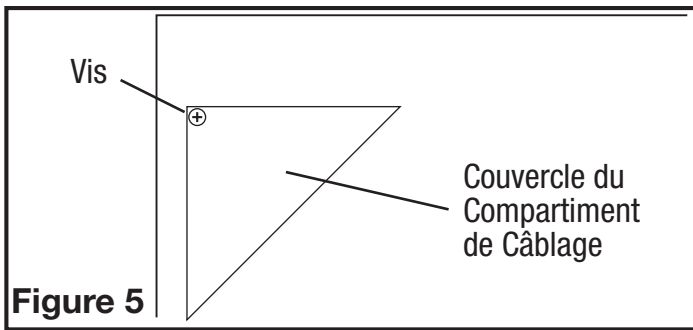

Figure 5
- 1a. Compartiment de Câblage Extérieur : Enlever la vis du couvercle du compartiment à câblage et mettre ce couvercle dans un endroit fiable (**Figure 5**).